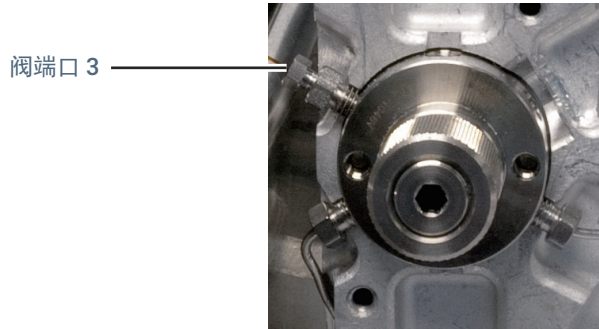

图 25. 阀端口 3
- 6 将传输线以 10 点钟的方位安装在阀端口 3 中，如图 25 所示。